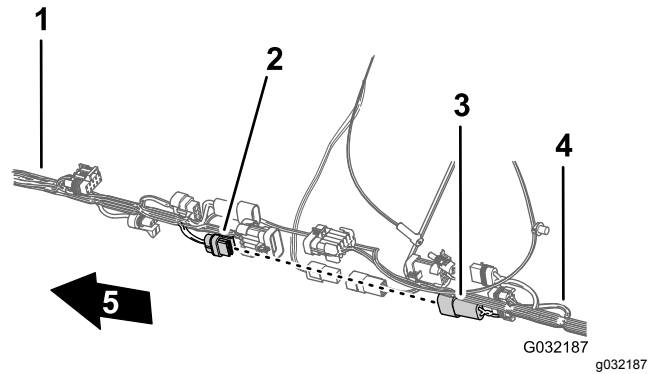

Figura 117
4. Conecte el conector de 2 pines de la bomba de enjuague del arnés delantero al conector hembra de 2 vías de la bomba de enjuague del arnés trasero (Figura 117).